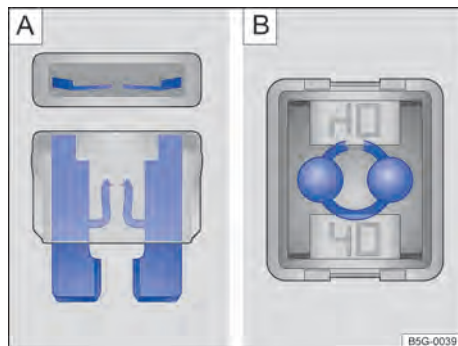

Fig. 180 Fusível queimado: **A** fusível plano, **B** fusível de bloqueio.
- Um *fusível plano* (ATO®, MINI®) queimado é reconhecido de cima ou de lado pela carcaça transparente nas faixas metálicas derretidas → Fig. 180 **A**.
- Um *fusível de bloqueio* (JCASE®) queimado é reconhecido pelas faixas metálicas derretidas por cima da carcaça transparente → Fig. 180 **B**.